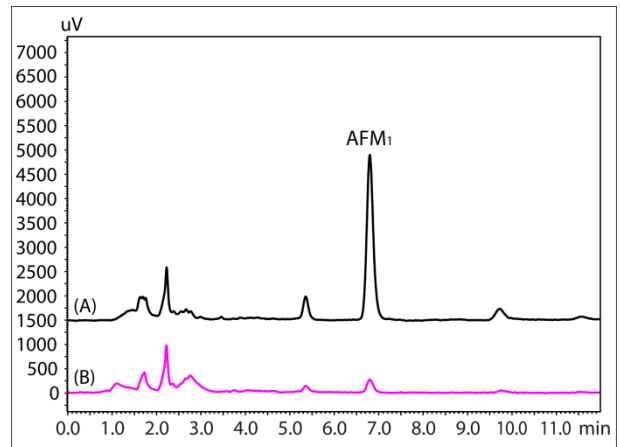

图 4 牛奶的 HPLC 色谱图
使用 Romer Labs 公司生产的免疫亲和柱 AflaStar™ R^{*} 去除杂质。图 4 为分析该成分得到的色谱图。其中 (A) 为添加了 AFM₁ 的牛奶，(B) 为未添加 AFM₁ 的牛奶。